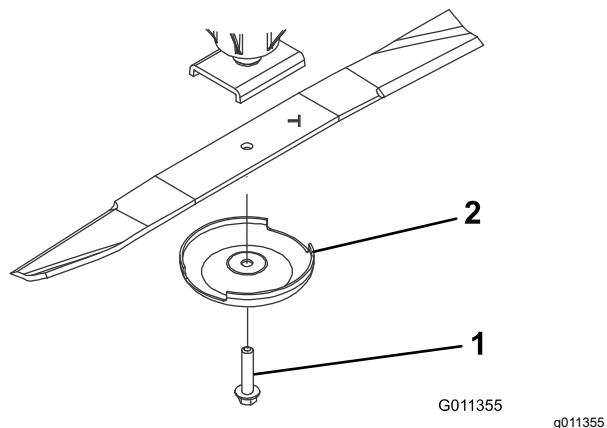

Figura 97
3. Retire del eje de la cuchilla el perno de la cuchilla, el protector de césped y la cuchilla (Figura 97).